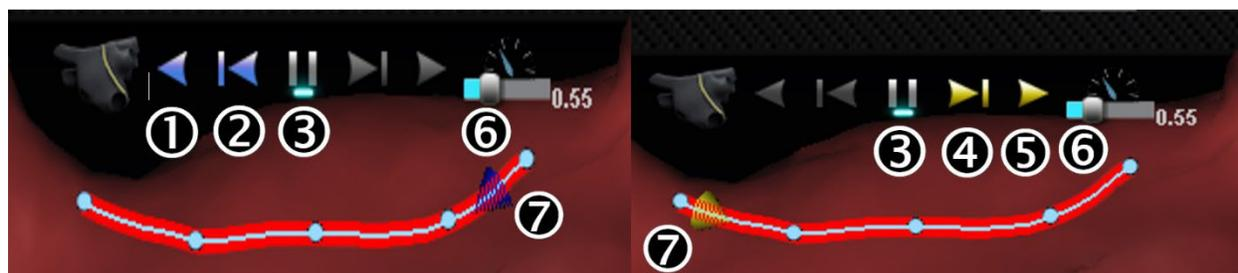

Figure 72. Cônes cibles sur NaviLine
Lorsque l'utilisateur sélectionne une ligne de conception *NaviLine* terminée, comme dans la **Figure 72**, il voit apparaître des commandes contextuelles en haut de la fenêtre. Par ailleurs, les boutons ① et ⑦ s'affichent comme montré sur les figures suivantes uniquement si le système est configuré de façon à ce que la fonction *Auto-NaviLine* soit activée.
Comme le cône cible (**Figure 72**, à gauche) est actuellement au début de la ligne, les boutons **Backward** (Vers l'arrière) sont désactivés. Le bouton **Pause** est souligné en bleu car aucun ciblage n'est actif. La **Figure 72**, à droite représente la situation inverse, car l'indicateur de cible se trouve à la fin de la ligne et les boutons **Forward** (Vers l'avant) sont désactivés.